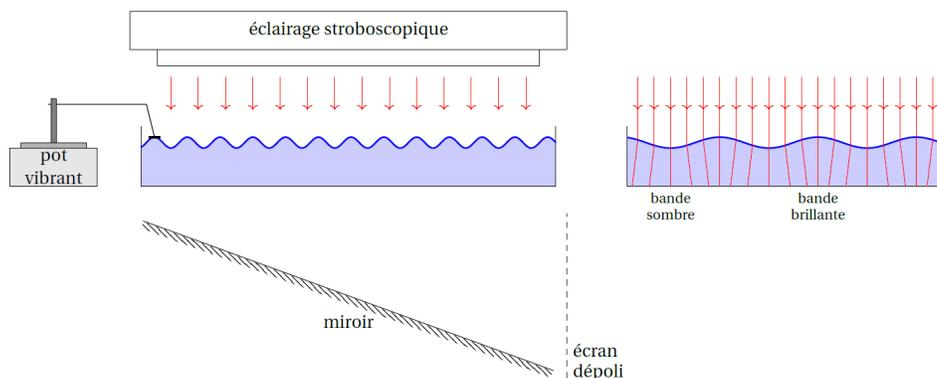

FIGURE 2 – Montage pour mesure de la relation de dispersion d'ondes de surface. Issus du fascicule de TP
- On commence par installer la manip décrite figure 2 (fascicule de TP) Il faut bien étalonner la projection.